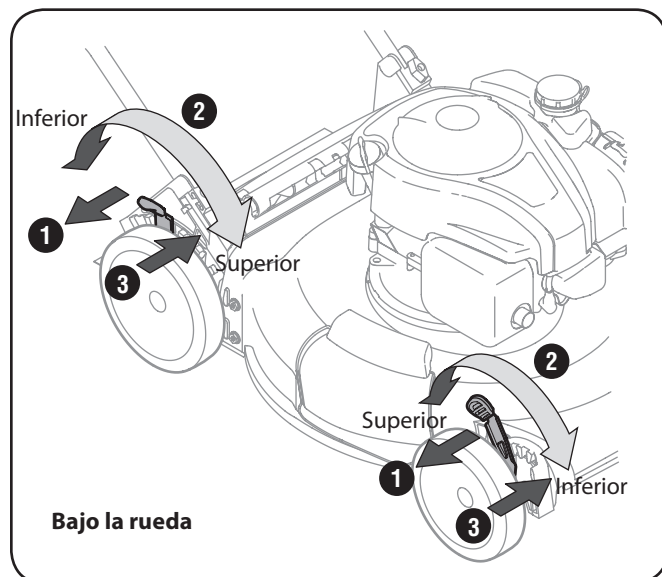
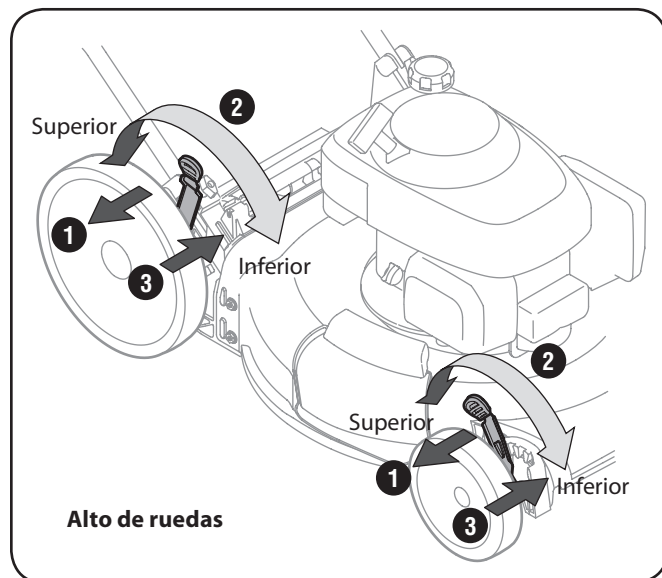

Figure 3-10
Figure 3-11
2. Muévela a cualquier de las posiciones para la altura de corte deseado. Vea Figure 3-10 y Figure 3-11.